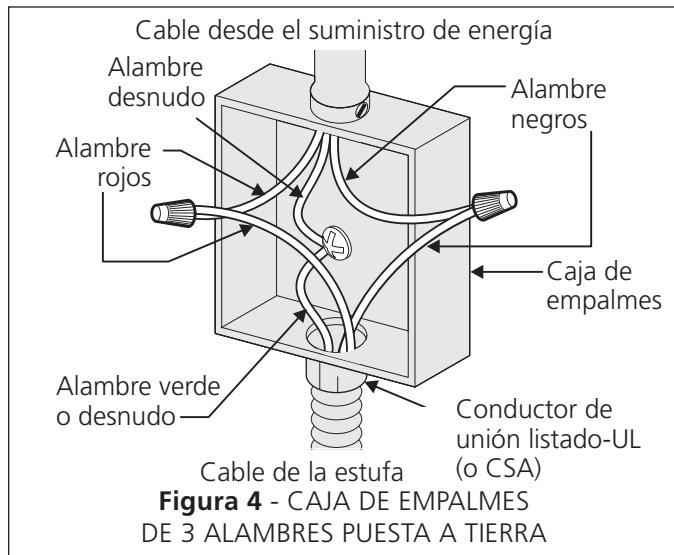

Figura 4 - CAJA DE EMPALMES DE 3 ALAMBRES PUESTA A TIERRA
Donde los códigos locales permitan conectar el conductor de puesta a tierra del electrodoméstico al neutral (blanco) (Solamente en los Estados Unidos) (vea figura 4):
2. En la caja de juntas: conectar el aparato y los cables residenciales como se muestra en la figura 4.